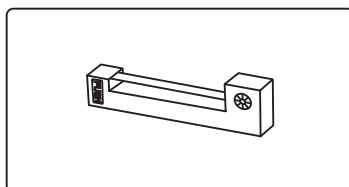

Fig.16
- c▶ A fita de tinta é a peça preta na parte inferior da impressora. Para desencaixá-la, basta pressionar o ponto indicado na figura 15. A outra extremidade da peça irá se projetar para frente e então a fita estará livre para ser destacada (Fig. 16).